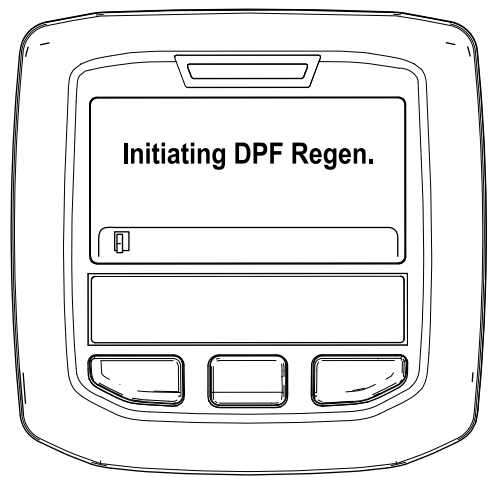

Figure 50
- A. Le message « Initiating DPF Regen. » (lancement régén. FAP) s'affiche (Figure 50).